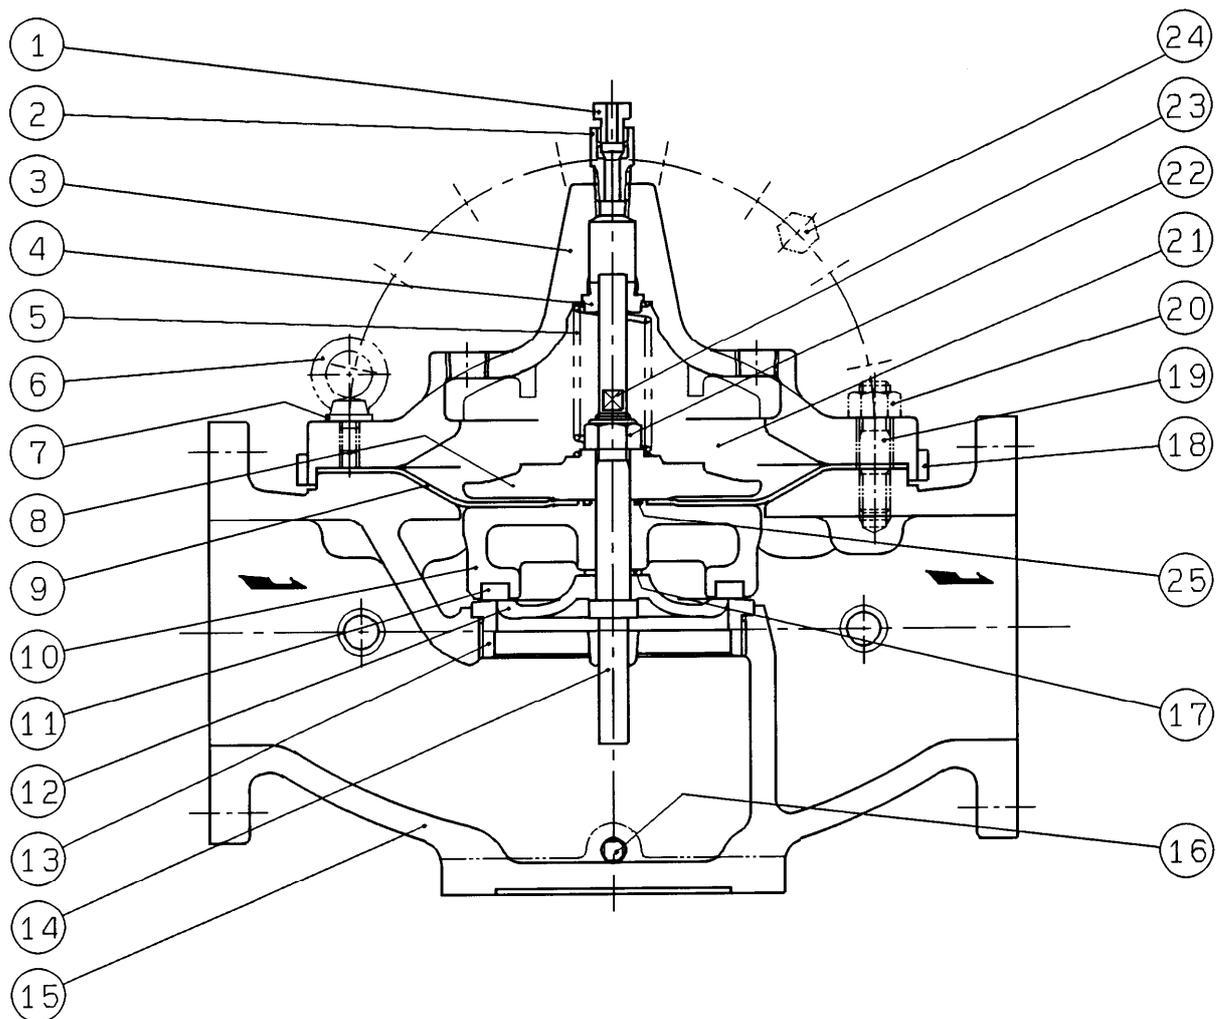
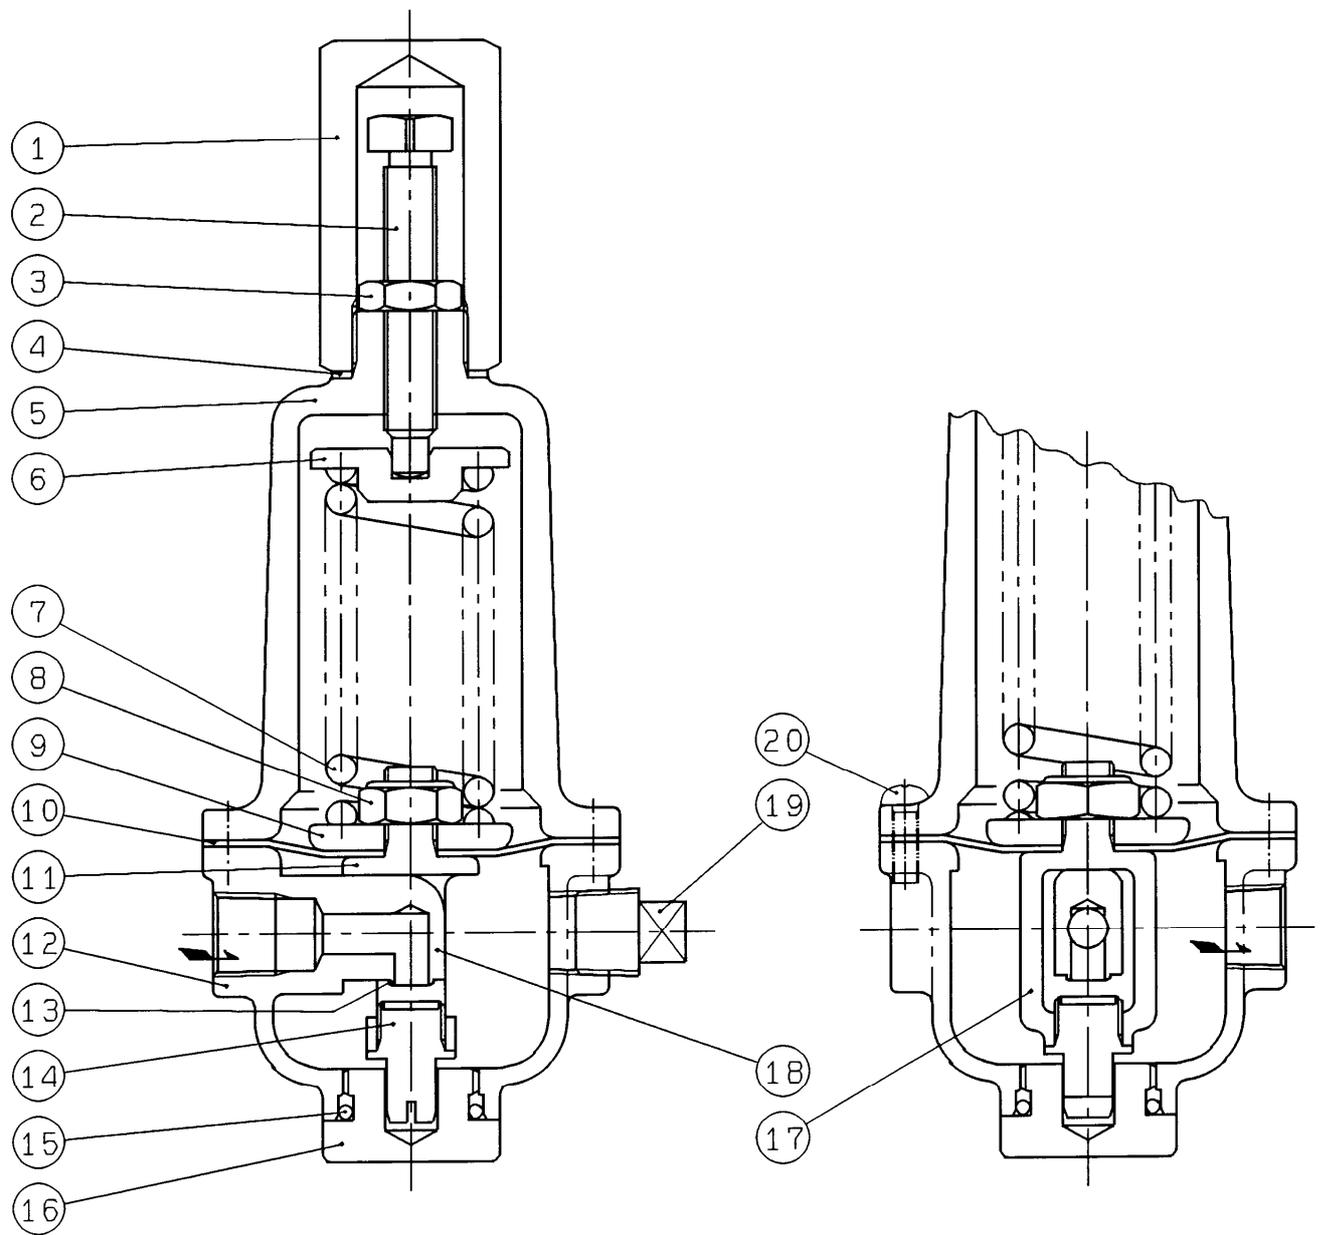
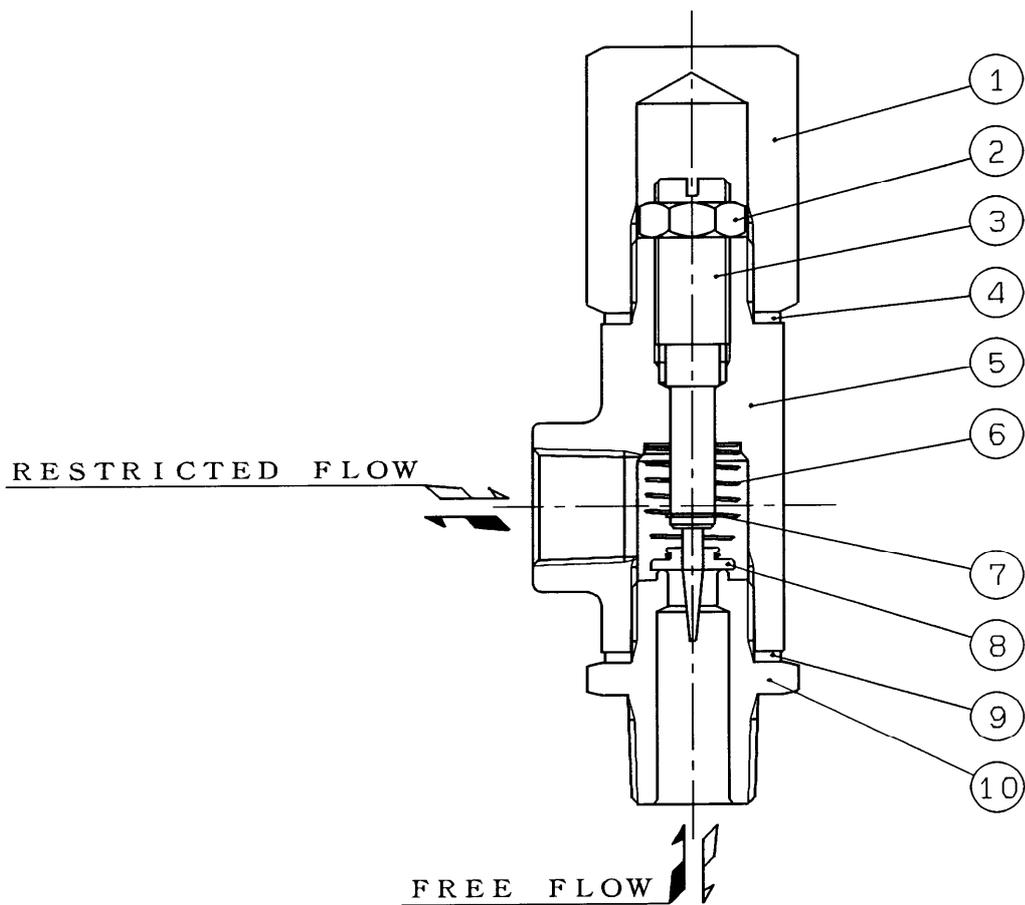
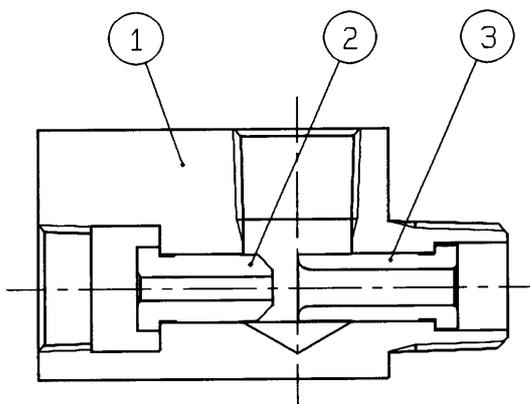

図2 OD3型ダイヤフラム式基本弁
図3 PPD48型減圧弁
図4 QRH5型流量調節弁
図5 NSN3型エゼクタ
2.1 PFD42型減圧弁は、二次側圧力を検出して動作するPPD48型減圧弁(C) (図3) をパイロット弁としてOD3型ダイヤフラム式基本弁(A) (図2) のダイヤフラム室(21)の圧力を制御することにより、その弁体(11) (主弁体) を動作させて二次側圧力を一定に保持するものです。
2.2 QRH5型流量調節弁(E) (図4) は呼び径40～80の弁にのみ付いており、PFD42型減圧弁の流量がごく少ないときにたまたま発生しがちな二次側圧力のハンチングやサイクリング及び振動などを減衰、消去する機能を有しています。
2.3.1. 運転中開閉弁(F)のみ閉止した場合、OD3型ダイヤフラム式基本弁(A) (図2) のダイヤフラム室(21)へ流体の供給がなくなりますから弁体(11) (主弁体) は全開します。通水初期のブローオフなどに利用できます。
3.1. 減圧弁を取付ける前に、OD3型ダイヤフラム式基本弁(A) (図2) の弁箱(15) 内に異物が入っていたり輸送中に減圧弁が破損していないかお確かめください。防止処置は施してありますが念のためお調べください。
3.3. 配管に際しては流体の流れ方向とOD3型ダイヤフラム式基本弁(A) (図2) の弁箱(15) に鋳出している矢印の方向を必ず一致させてください。また、Y型ストレーナ及び予備弁(玉形弁)を備え、更に前後弁(仕切弁)と圧力計を取り付けるよう御計画ください。
- 3.7. 配管の応力をなるべくOD3型ダイヤフラム式基本弁(A) (図2)の弁箱(15)にかけないように注意してください。弁箱(15)にかかる応力が過大になりますと摺動部がゆがみ、円滑な摺動ができなくなったり弁体(11) (主弁体) と弁座(13)の当たりが悪くなったりします。
- 4.1. 減圧弁の取付けが終わりましたらPPD48型減圧弁(C) [図3]の保護筒ふた(1)を取り外し、六角ナット(3)を緩めて調節ねじ(2)を左回転[時計の針と逆方向]し、あらかじめ少々圧縮されている調節ばね(7) [輸送中に調節ばねが遊動しないようにしたもの]を完全に緩めます。
- 4.3. アクセサリ回りの配管やOD 3型ダイヤフラム式基本弁(A) [図 2] のダイヤフラム室(21)に空気が滞留している状態のまま減圧弁を使用しますと、ノイズやウォーターハンマなどの誘因となることがあります。通水初め(水張時)には流体に押されて大量の空気がOD 3型ダイヤフラム式基本弁(A)のダイヤフラム室(21)に入って来ますから、OD 3型ダイヤフラム式基本弁(A)の頂部についている空気抜弁体(1)を緩めてダイヤフラム室(21)の空気を完全に排出してください。
- 4.4. その後、PPD 4 8型減圧弁(C) [図 3] の調節ねじ(2)をゆっくり右回転[時計の針と同方向]して、二次側圧力を所要圧力(設定圧力) + 縮切昇圧(表 3 参照) まで上昇させます。
- 4.6. 二次側圧力を高めるには PPD 4 8 型減圧弁(C) [図 3] の調節ねじ(2)を右回転[時計の針と同方向]し、低めるには左回転[時計の針と逆方向]します。
- 4.7. 呼び径 40 ~ 80 の弁に付いている QRH 5 型流量調節弁(E) [図 4] はメーカー工場で調整済みですが、流量がごく少ない時にハンチングや振動を起こす場合には、ふた(1)を外し六角ナット(2)を緩めてステム(3)を右回転[時計の針と同方向]してください。
- 4.8. PPD48型減圧弁(C)[図3]は万ーダイヤフラム(10)が破損しても液体が外部に流出しない密閉形構造になっています。調整が終わりましたら、PPD48型減圧弁(C)の六角ナット(3)及び保護筒ふた(1)はスパナなどの工具を用いてきつく締め付けてください。
PPD48型減圧弁(C)(図3)、NSN3型エゼクタ(D)(図5)及びQRH5型流量調節弁(E)(図4)(呼び径40~80のみ)などのアクセサリ回りは、ねじ込み継手、管などによりOD3型ダイヤフラム式基本弁(A)に連結されていますから、管継手及びユニオンを外しますと、OD3型ダイヤフラム式基本弁(A)から取り外せます。
5.2. PPD48型減圧弁(C)(図3)
- 5.3. QRH5型流量調節弁(E)(呼び径40~80のみ, 図4)
5.4. NSN3型エゼクタ(D)(図5)